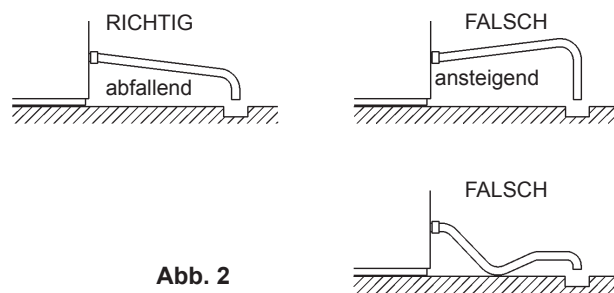

Abb. 2
- * Um einen Rücklauf in den Vorratsbehälter zu verhindern, muss die Ablaufleitung wie in Abb. 2 gezeigt ausgelegt sein.